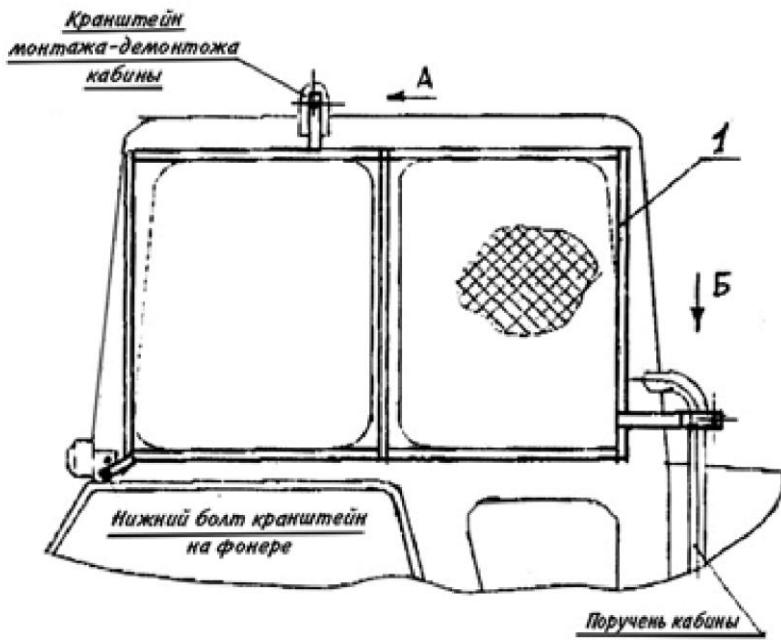

Рис.5 Ограждение кабины трактора
5.1.3. Установите ограждение кабины на трактор (рис.5) При монтаже ограждения на кабину трактора необходимо: